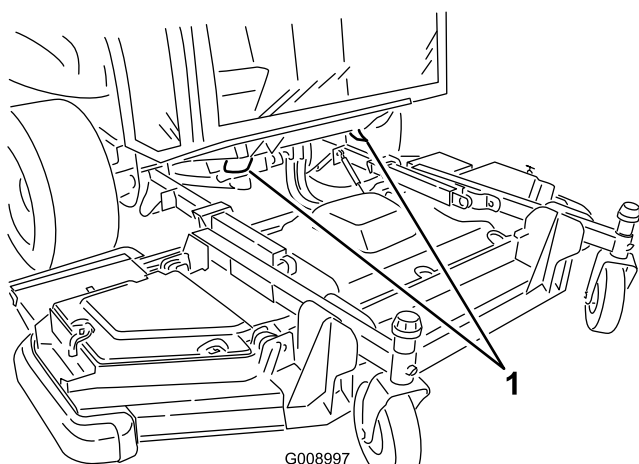

Figure 40
- Sous la plate-forme de conduite (2 emplacements) (Figure 40).